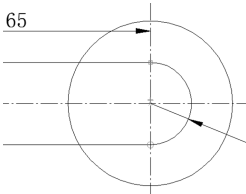

图 6-106 放置视图
(2) 在图纸右侧点画线中间的位置单击确定圆的位置,如图 6-106 所示。